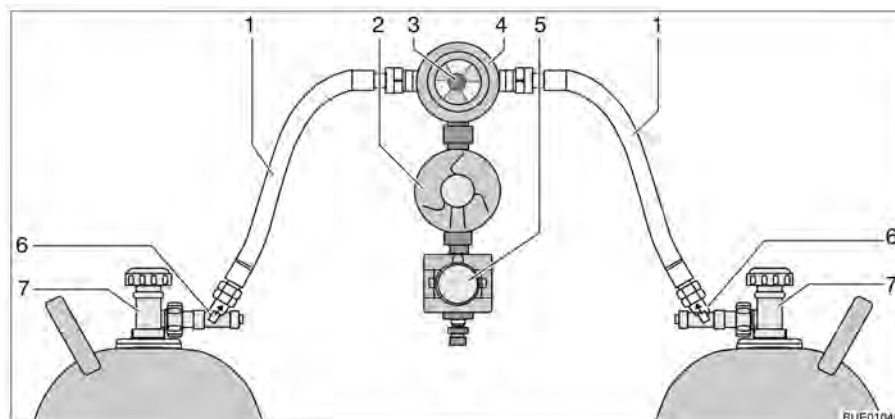

Fig. 102 Dispositif de commutation Crash Protection Unit
La Crash Protection Unit se compose de deux limiteurs de débit à verrouillage manuel (Fig. 102,6), d'une valve de commutation (Fig. 102,4) avec régulateur de pression (Fig. 102,2), d'une électrovanne (Fig. 102,5) et d'une unité de commande à DEL de trois couleurs. La valve de commutation est montée entre les deux lyres (Fig. 102,1).
Un bouton rotatif (Fig. 102,3), situé sur la valve de commutation, permet de définir laquelle des bouteilles de gaz est celle de service et laquelle est celle de réserve.
Seules les fonctions électriques peuvent être activées sur l'unité de commande (Fig. 103). Les robinets principaux des bouteilles de gaz (Fig. 102,7) et les dispositifs de déverrouillage (Fig. 102,6) doivent être ouverts manuellement.
- Ouvrir les robinets principaux des bouteilles de gaz (Fig. 102,7).
- Appuyer sur les dispositifs de déverrouillage (Fig. 102,6) l'un après l'autre pendant 10 secondes.
- Choisir la bouteille de gaz avec le bouton rotatif (Fig. 102,3) de la valve de commutation (Fig. 102,4) à partir de laquelle le gaz sera utilisé principalement (bouteille de service).
- Fermer les robinets principaux des bouteilles de gaz (Fig. 102,7).